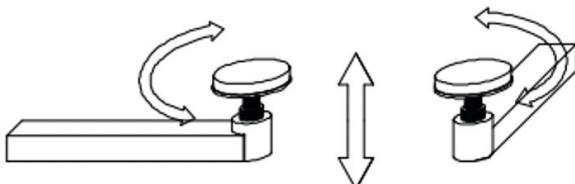

Figure 15
8. Assurez-vous que la plateforme de levage principale ne touche pas le châssis du véhicule soulevé. Si nécessaire, ajustez les tampons. Il est possible de régler la hauteur du tampon de levage (figure 15) en le tournant dans le sens des aiguilles d'une montre et dans le sens inverse.
- c). Il est possible de régler la hauteur du tampon de levage (figure 15) en le tournant dans le sens des aiguilles d'une montre et dans le sens inverse.